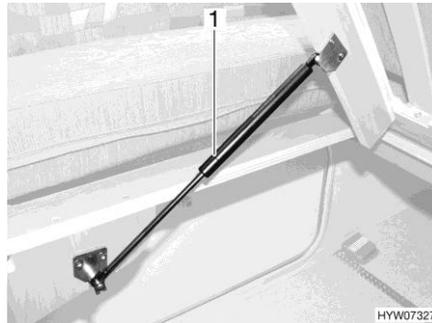

Bild 133 Festes Bett
- Lattenrost anheben. Die Gasdruck-Federn (Bild 133,1) halten den Lattenrost in geöffneter Stellung.